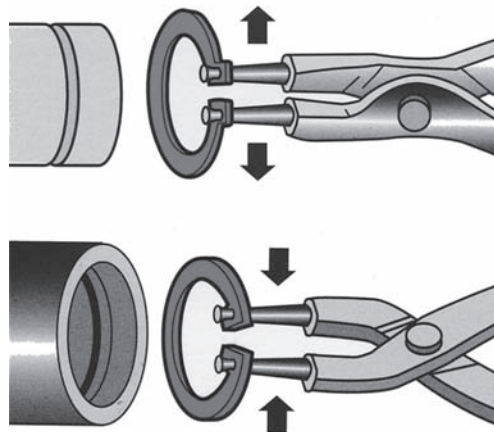

Figure 13.7
- La figure 13.7 représente les deux types de pinces utilisées pour monter et démonter les anneaux élastiques. Quel type de pince doit-on utiliser pour démonter l'anneau élastique de la chape de frein ? (entourer le bon dessin)